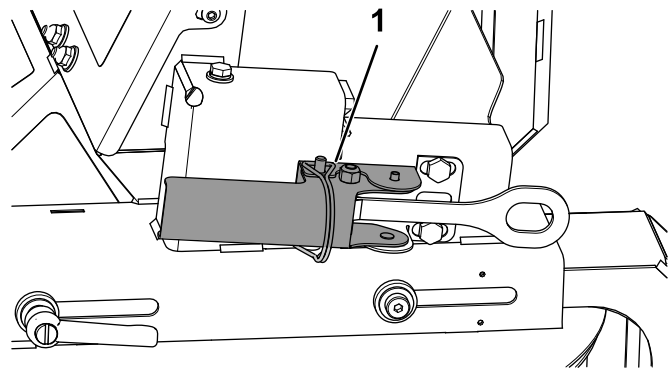

図 5
8. 各側の固定クランプを使ってツインスピナーを固定する図 5。ロックした時にちょうど締まるように固定クランプを調節する。